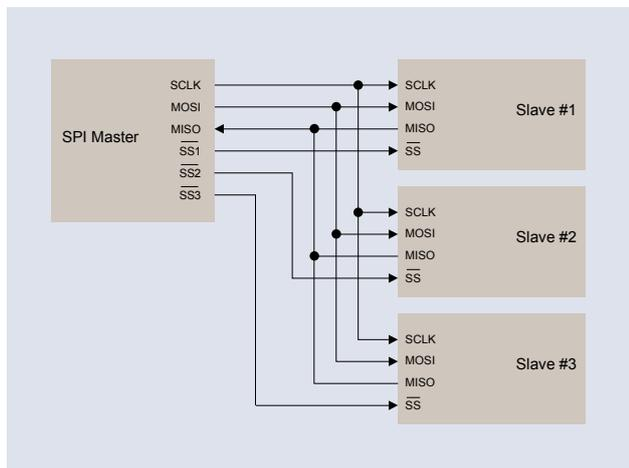
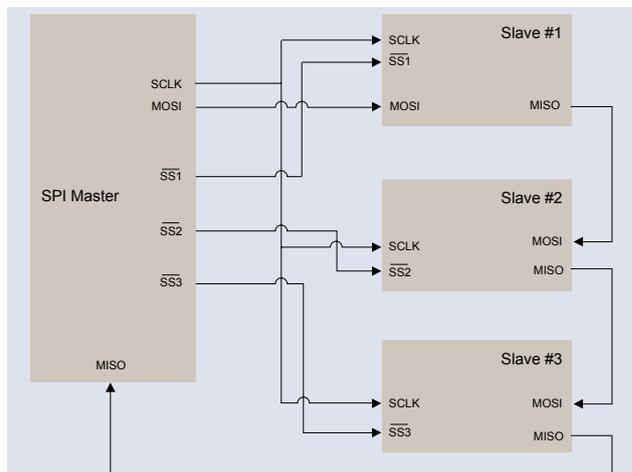

图 8. 常用的 SPI 配置。
图 9. 串联 SPI 配置。
SPI 总线是一种主 / 从结构的 4 线串行通信总线。4 个信号是时钟 (SCLK), 主输出 / 从输入 (MOSI), 主输入 / 从输出 (MISO) 和从选择 (SS)。在两台设备通信时，一台设备称为“主设备”，另一台设备称为“从设备”。主设备驱动串行时钟。它同时收发数据，因此是一种全双工协议。SPI 使用 SS 线路指明与哪台设备传送数据，而不是总线上的每台设备都有一个唯一的地址。这样，总线上的每台唯一的设备都需要从主设备提供自己的 SS 信号。如果有 3 台从设备，那么主设备有 3 条 SS 引线，每条引线都连接到每台从设备上，如图 8 所示。
在图 8 中，每台从设备只与主设备通话。但是，SPI 可以串联多台从设备，每台从设备依次进行操作，然后把结果发回主设备，如图 9 所示。